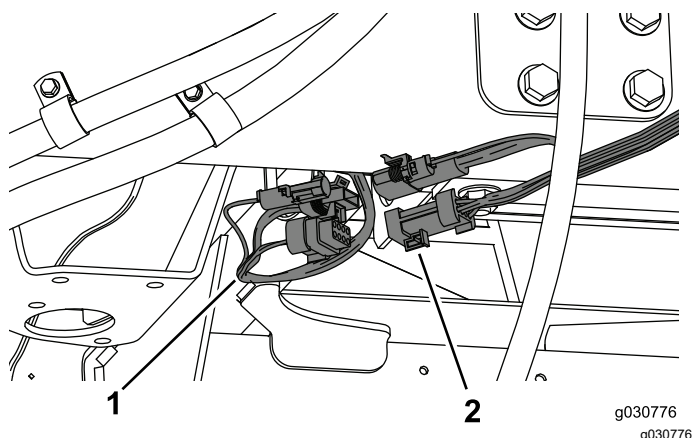

Рисунок 49
1. Подсоедините жгут проводки от кабины к жгуту проводки на правой стороне машины (Рисунок 49).